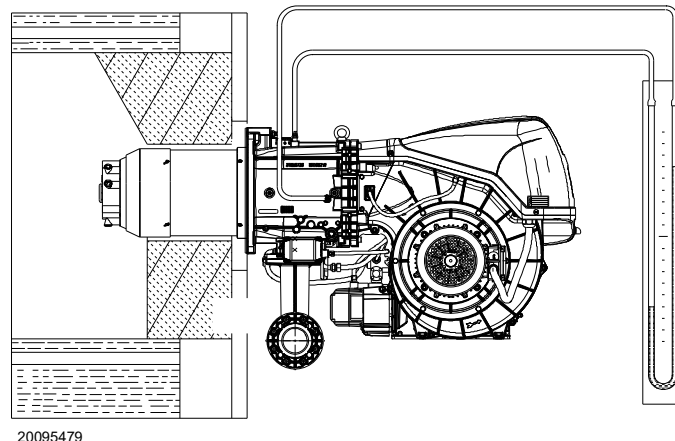

Fig. 30
- Montați un manometru de tip U sau diferențial (Fig. 30), cu priza (+) pe manșonul de presiune a gazului și (-) în camera de ardere.
Sosirea gazului la manșon este evidențiată de manometrul în formă de U (Fig. 30).